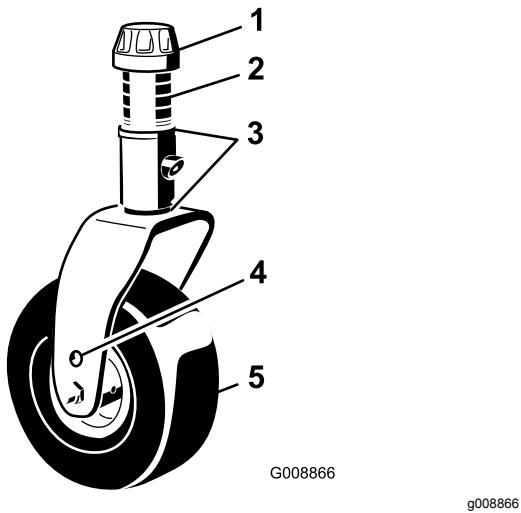
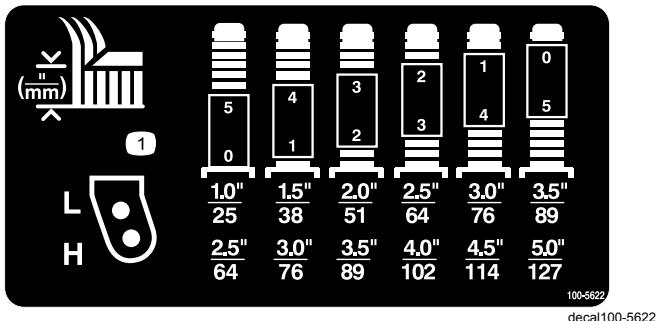
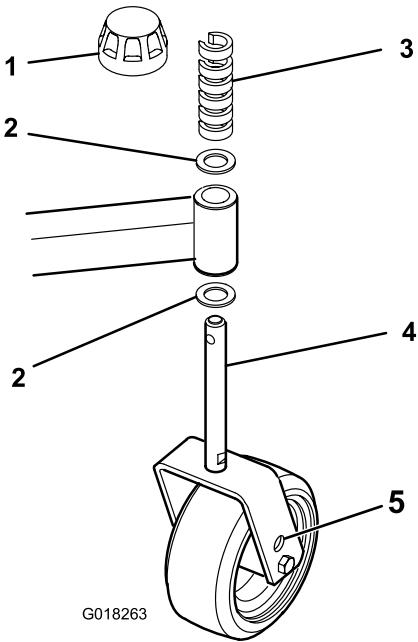

Figura 8
Figura 9
Figura 10
2. Coloque os eixos da roda giratória nos mesmos orifícios, em todas as forquilhas da roda giratória. Consulte Figura 8, Figura 9 e Figura 10 para determinar os orifícios corretos para a configuração.
1. Retire a tampa de fixação do eixo roscado (Figura 8) e desloque o fuso para fora do braço da roda giratória.
Consulte Figura 9 para determinar as combinações de espaçadores para a configuração.
1. Retire a tampa de fixação do eixo (Figura 10).